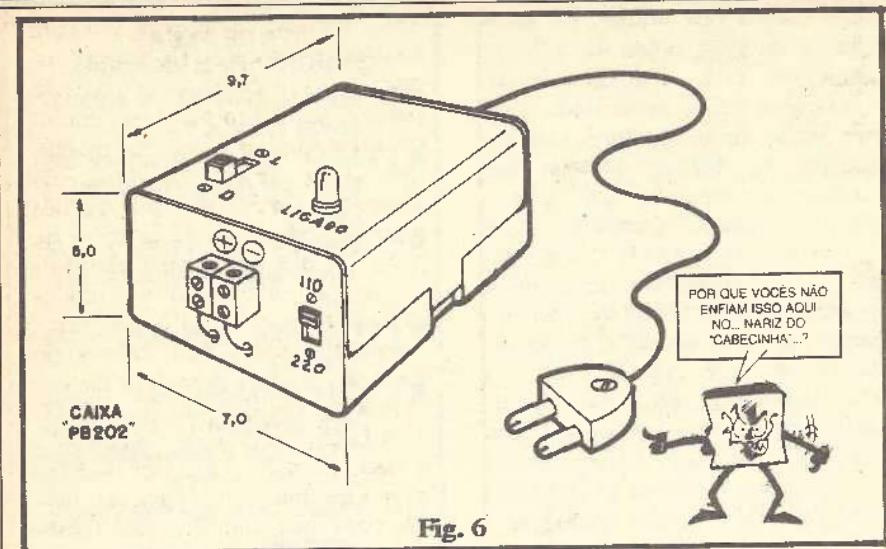

Fig. 6
- FIG. 6 - Sugestão para o "encaixamento" da FONTE DE ALIMENTAÇÃO, usando o container indicado no item DIVERSOS/OPCIONAIS da LISTA DE PEÇAS. O arranjo mostrado é apenas um dos "modelos" possíveis, podendo os controles, indicadores, entradas e saídas serem